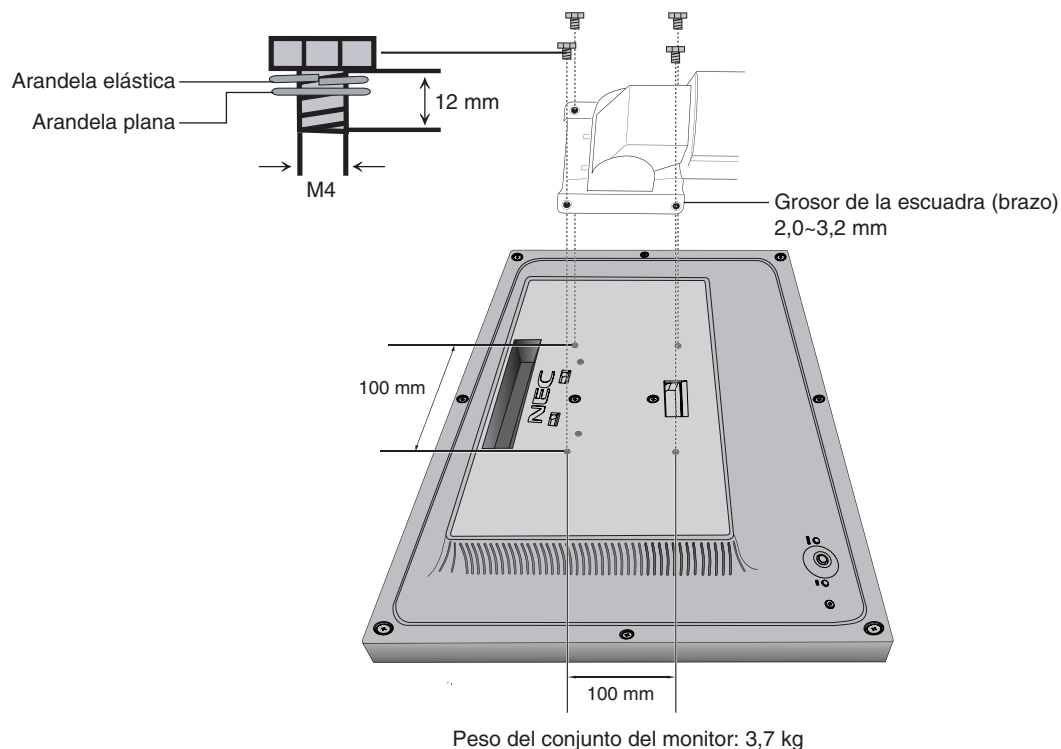

Figura F.1
2. Utilice los cuatro tornillos especificados para unir el brazo con el monitor (**figura F.1**).